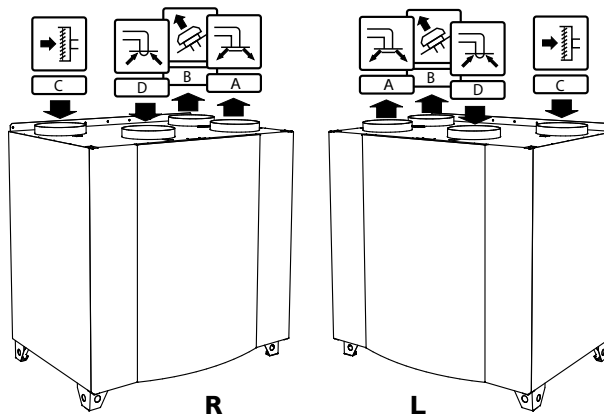

Рис. 2 Правосторонние и левосторонние модели
**Правосторонняя и левосторонняя модели: R** (правосторонняя), **L** (левосторонняя) (см. рисунок 2).